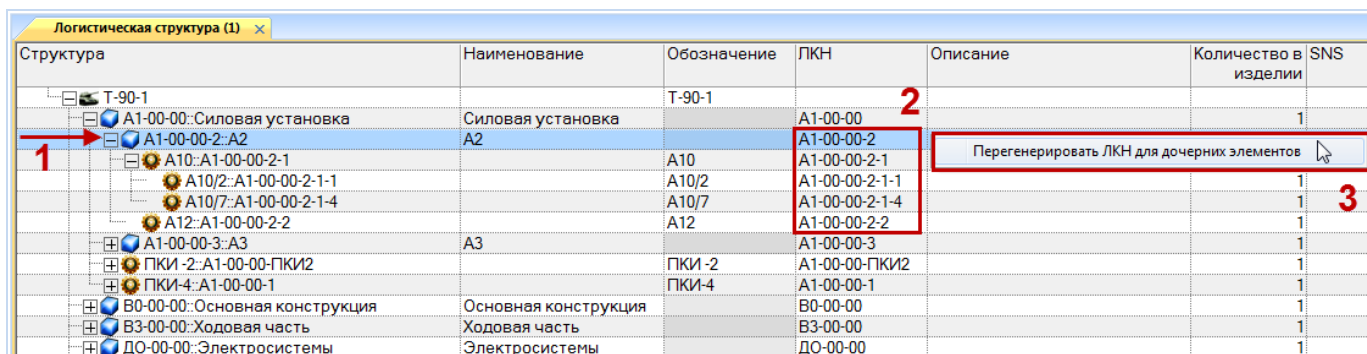

Рис. 10-17 – Изменение ЛКН дочерних элементов
- 2) Выделить элемент в дереве и нажать правую кнопку мыши (1 на рис. 10-17).
- 3) Выбрать команду «Перегенерировать ЛКН для дочерних элементов» (2 на рис. 10-17).
На рис. 10-19 приведены результаты автоматического пересчета ЛКН (исходные значения ЛКН показаны на рис. 10-17, 3).